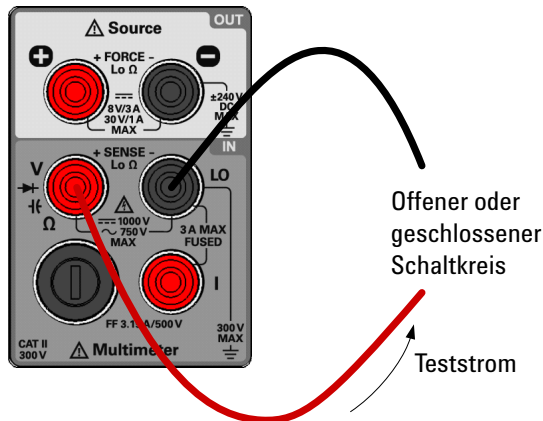

Abbildung 2-8 Anschlüsse für Durchgangstests
- 2 Verbinden Sie die roten und schwarzen Testleitungen mit den Eingangsanschlüssen  $\Omega$  (rot) und **L0** (schwarz) gemäß Darstellung in Abbildung 2-8.